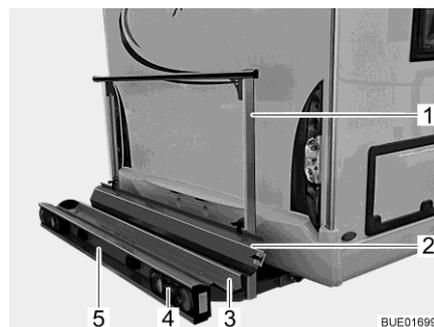
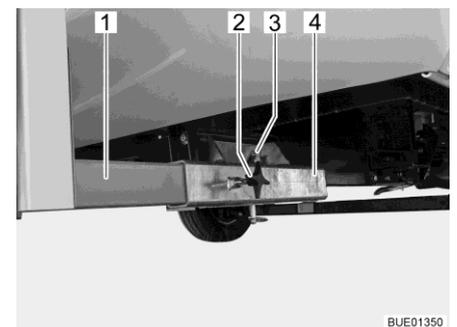

Fig. 5 Porte-charge
Fig. 6 Fixation sur le véhicule
Le porte-charge (Fig. 5) permet de transporter une moto ou un scooter d'un poids allant jusqu'à 130 kg.
- Réceptacle (Fig. 5,3) et étrier de fixation (Fig. 5,1) avec fixation sur le véhicule (Fig. 6)
- Feux arrières (Fig. 5,4)
- Éclairage plaque minéralogique (Fig. 5,5)
- Rail d'accès (Fig. 5,2)
- Fixation sur le véhicule** Les deux longerons (Fig. 6,1) du porte-charge sont fixés avec des vis à garet (Fig. 6,2) sur les réceptions quatre pans (Fig. 6,4) situées sur le plancher du véhicule. Le porte-charge est bloqué par un boulon (Fig. 6,3) avec circlip.